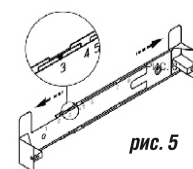

рис. 5
- увеличьте размер кронштейна (если это необходимо), раздвинув его, и зафиксируйте фиксатором напротив соответствующей цифры (рис. 5).